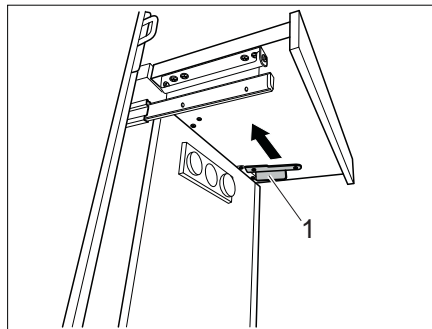

Bild 98 Verbreiterung sichern
- Verriegelung (Bild 98,1) nach vorne schieben. Die Verbreiterung ist gesichert.
- Verriegelung (Bild 98,1) lösen.